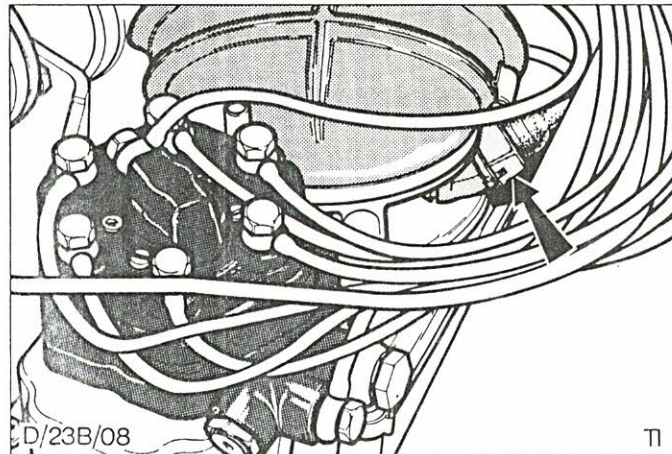

Abb.56 Stecker Sicherheitsschalter - Stauscheibe anschließen
- a) Stecker am Sicherheitsschalter - Stauscheibe einstecken, Abb.56.
- a) Stecker vom Sicherheitsschalter - Stauscheibe, Abb.56, abziehen und Zündung einschalten. Die Kraftstoffpumpe sollte jetzt fördern.